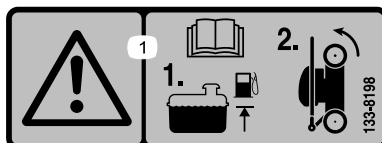

Figura 31
1. Asegúrese de que el nivel de combustible del depósito de combustible no sobrepasa lo recomendado por el fabricante del motor; consulte la pegatina del fabricante del motor, situada en el motor (Figura 31).